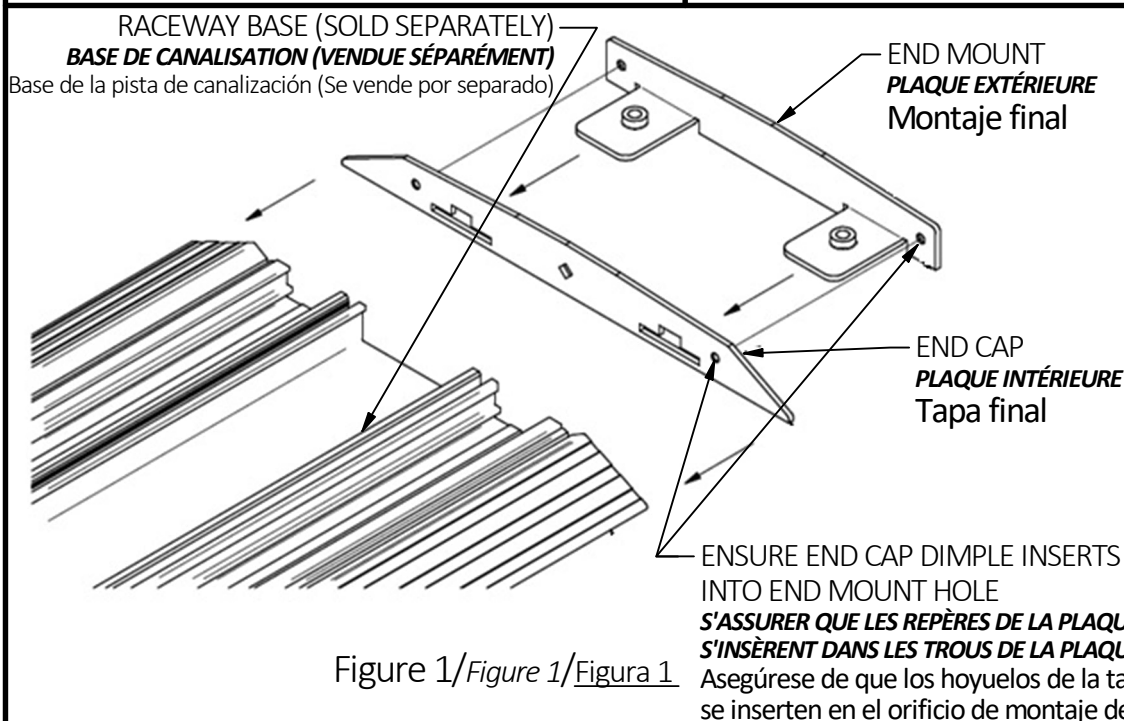

Figure 1/ *Figure 1* / *Figura 1*
1. Pass the end mount tabs through the end cap slots, assembling them as shown below. (Figure 1)
1. Insérer les pattes de la plaque extérieure dans les fentes de la plaque intérieure comme ci-dessous. (Fig. 1)